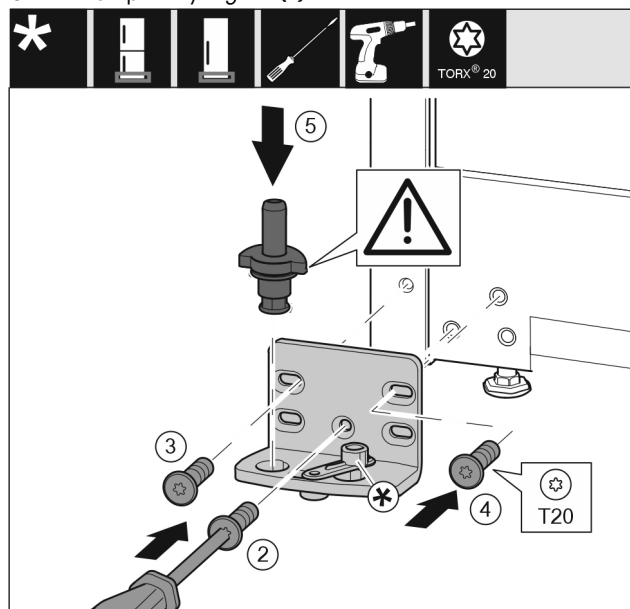

Fig. 48 *
- ▶ Установите опорный кронштейн с другой стороны и прикрутите с помощью отвертки. Начиная с винта Fig. 48 (2) снизу в центре.*
- ▶ Затяните винт Fig. 48 (3) и винт Fig. 48 (4).*
- ▶ Снова установите опорный палец Fig. 48 (5) в сборе. При этом проследите за тем, чтобы выступ фиксатора был направлен назад.*